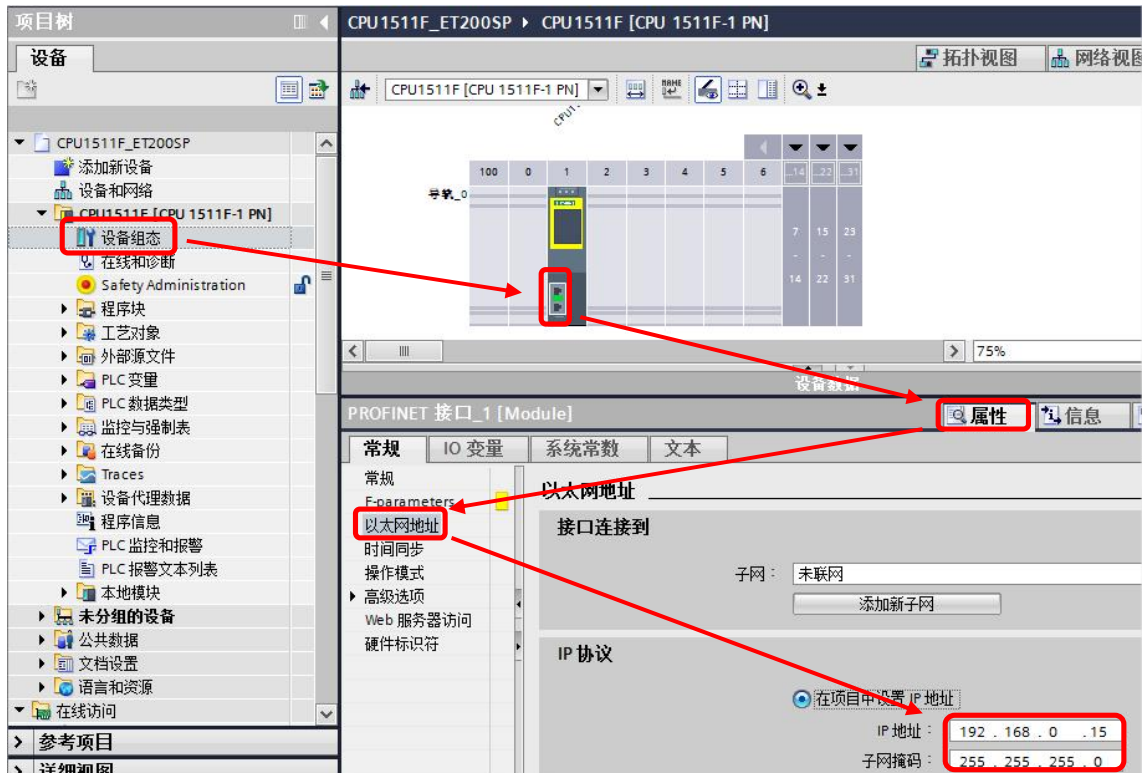

图 2-4 分配 IP 地址
- 4) 在设备组态中双击 CPU 的以太网口，选择属性页面中的以太网地址设置 IP 地址（通过以太网编程下载），如图 2-4 所示。